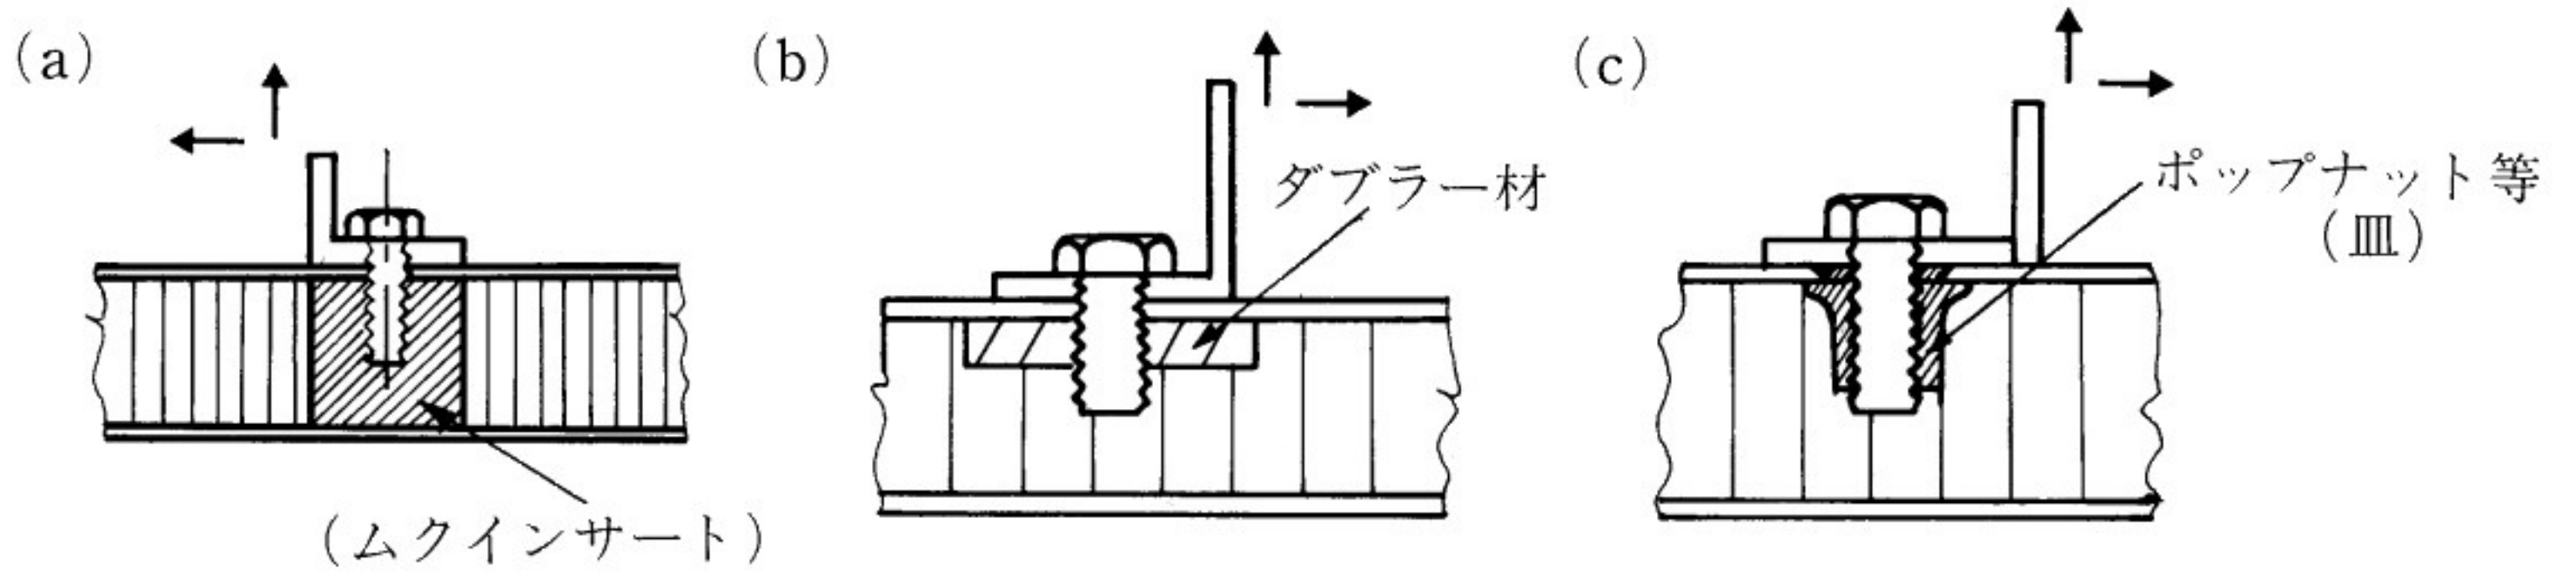

Fig 11
- インサートによる取付。(Fig 11-a)
- ダブラによる取付。(Fig 11-b)
- ポップナットによる取付。(Fig 11-c)